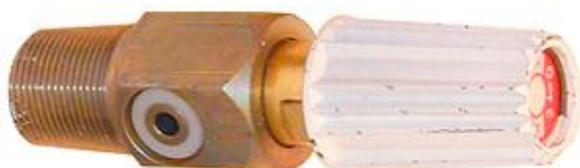

Рис.1. Вентиль ВАБ-97
4.1 Вентиль представлен на рис. 1.